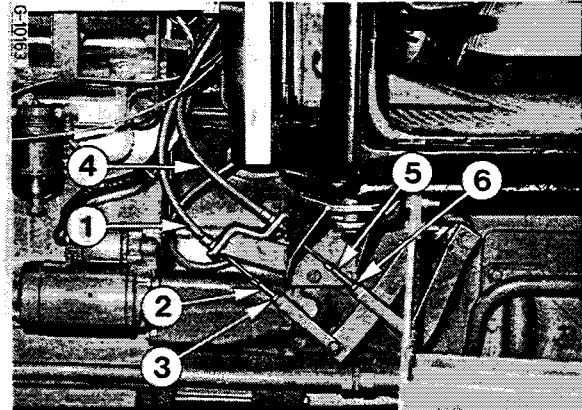

Figure 92
Desserrez le contre-écrou (6) Figure 92. Tournez la manille de réglage (5) jusqu'à obtention de la garde correcte.
Pour régler l'embrayage de prise de force, desserrez le contre-écrou (3) Fig. 92. Tournez la manille de réglage (2) jusqu'à obtention de la course correcte du levier. Serrez le contre-écrou (3) et revérifiez le réglage.